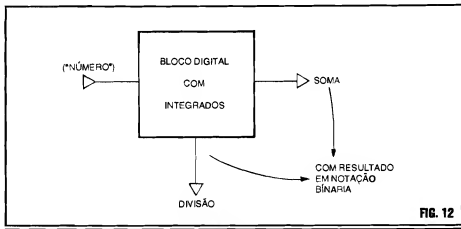

FIG. 12
-FIG. 12 - EXPLORANDO AO MÁXIMO AS POTENCIALIDADES DOS BLOCOS INTEGRADOS EM FUNÇÕES DE CONTAGEM... - Já deve ter dado para o caro Leitor/"Aluno" perceber as potencialidades e habilidades que os blocos digitais têm, para "lidar com números"... Entretanto, o seu mais